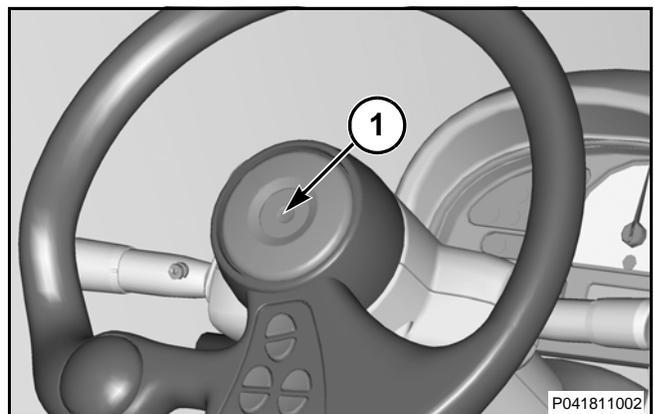

FIG. 32
FIG. 32: El interruptor de la bocina está situado en el centro (1) del volante. Presione el centro de la volante de dirección para tocar la bocina. Use la bocina para alertar al personal.